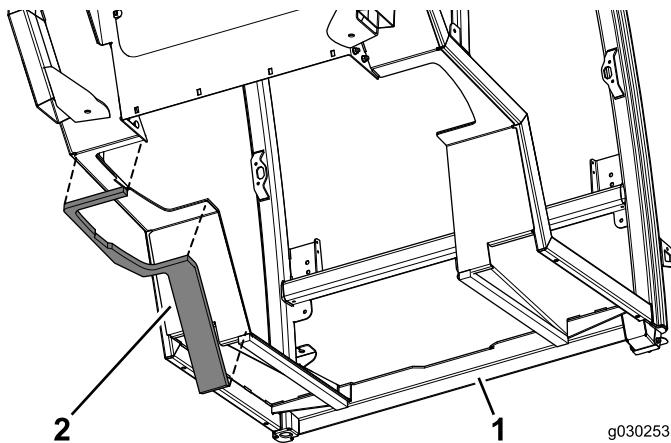

Figura 8
- 3. Aplique o vedante esquerdo no lado esquerdo da cabina (Figura 8).